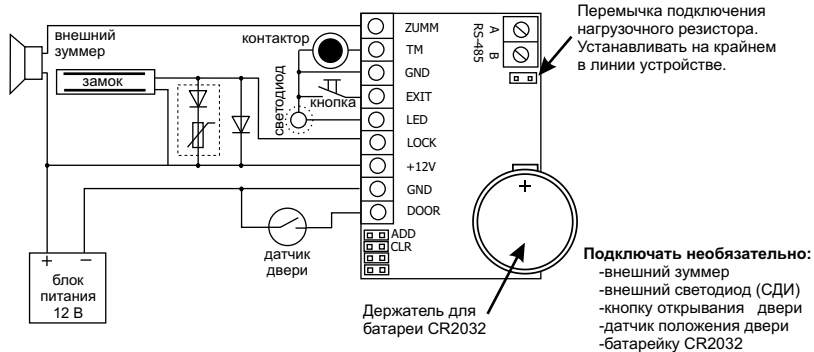

Рис.2 Схема подключения внешних устройств
После этого время срабатывания (открывания) электромагнитного замка может возрасти на 1-3 секунды по сравнению с работающей схемой гашения тока. Если такое увеличение времени неприемлемо, то рекомендуется последовательно с диодом установить варистор на напряжение до 14 вольт и рассеиваемой энергией от 0,7 Дж (рекомендуется V8ZA2P) (см. рис.2).
- В случае, если замок электромеханический, установите защитный диод (см. рис.2) и переключку - в положение 1 (см. рис.6).